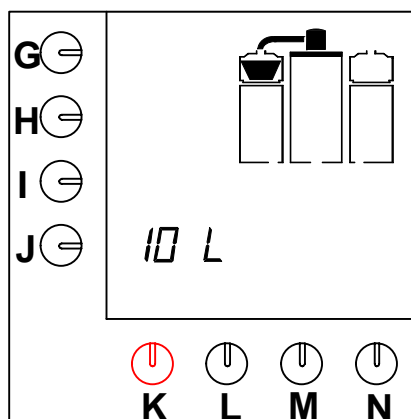

Fig. 9 Droptid
- Så snart kaffebehållaren har fyllts, blinkar filterkorgen på displayen för droptiden (fig.9).
- Indikatorlampan tänds. Standardmöjligheterna visas på displayen (fig.9).